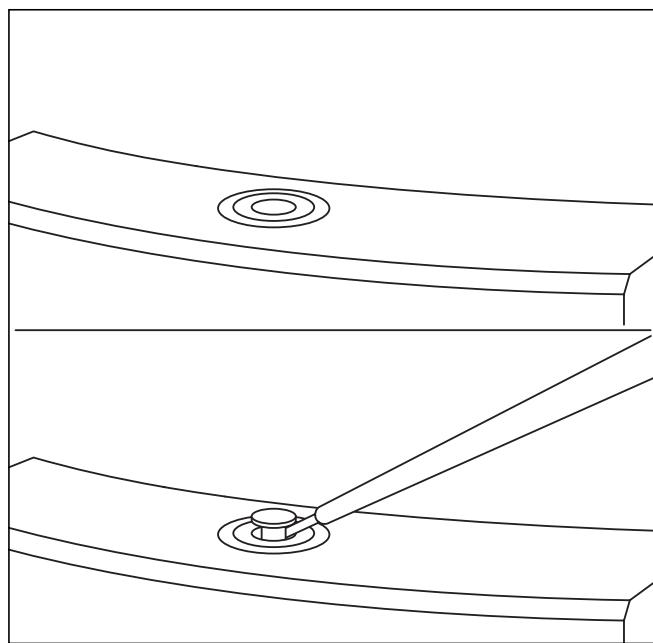

Fig. 7.7 Retrait du capuchon
- Pour retirer l'E-Box, déverrouillez le capuchon noir (voir fig. 7.7) avec un tournevis puis retirez-le.